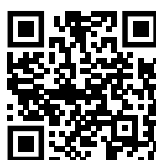

Fig. 148
- ▶ Öffnen Sie das Liebherr SmartMonitoring Dashboard. (siehe Fig. 148)